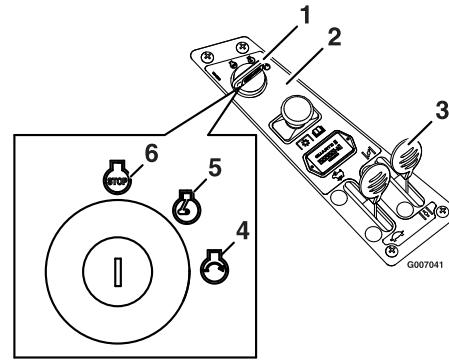

Figura 11
4. Gire la llave de contacto a Arranque para activar el motor de arranque. Cuando el motor arranque, suelte la llave (Figura 11).
5. Si el motor se cala o funciona de forma irregular, mueva la palanca del estárter hacia adelante un poco durante unos segundos (Figura 11).
1. Ponga el acelerador en un punto entre Rápido y velocidad media (Figura 11).
3. Gire la llave de contacto a Desconectado (Figura 11).